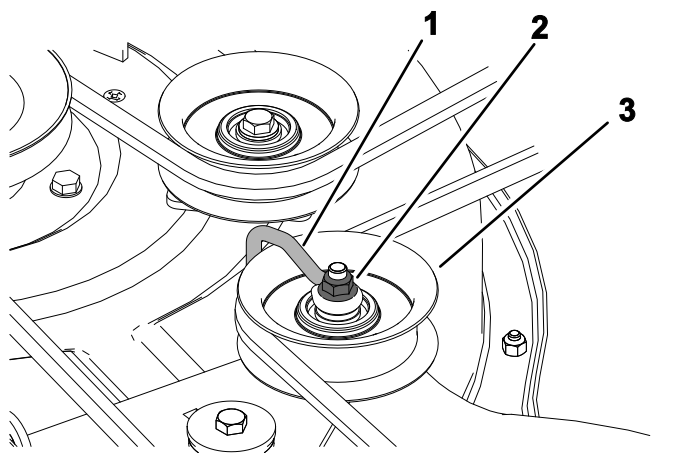

Figura 56
6. Per piatti di taglio pressofuso, allentate il dado che fissa il filo sagomato alla puleggia tendicinghia (Figura 56).
Nota: Posizionate il filo sagomato contro il braccio del tendicinghia come mostrato nella Figura 56.